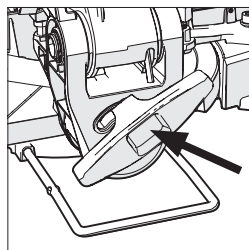

Fig. 22
- Allentare la manopola di bloccaggio bisello (**Fig. 22**).